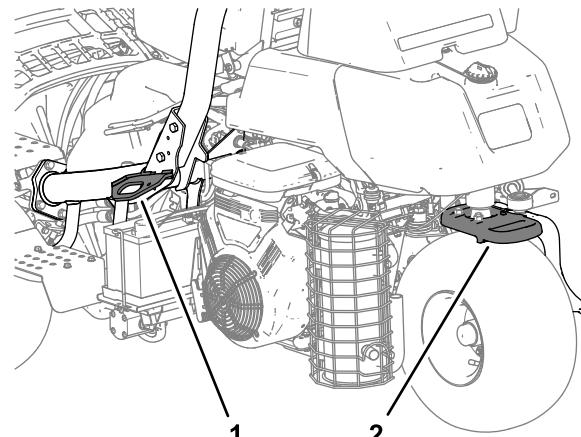

図 29
- 荷台に載せたら、ストラップ、チェーン、ケーブル、ロープなどで機体を確実に固定してください。機体の前後に取り付けた固定ロープは、どちらも、機体を外側に引っ張るように配置してください **図 29**。